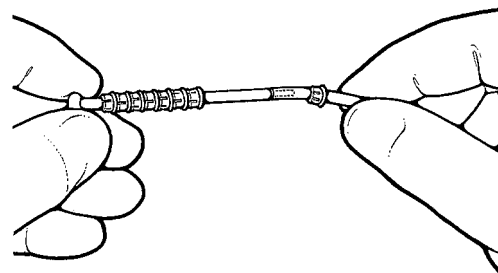

Figure 4-19a. Faites glisser l'anneau de collet sur la tubulure
4. Faites glisser l'anneau de collet sur la tubulure (**figure 4-19a**), en veillant à ce que les dents de l'anneau de collet soient dirigées vers l'extrémité de la tubulure.